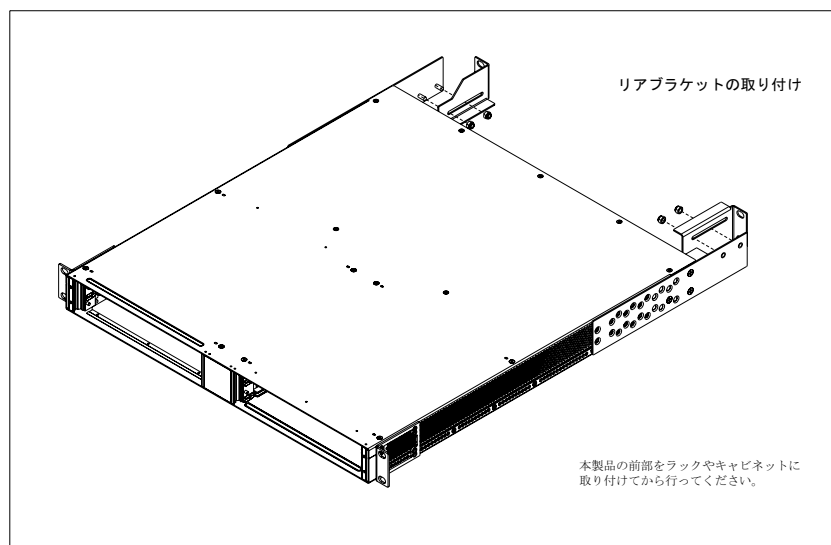

図 1-8 リアブラケットの取り付け
リアブラケットは図 1-8 に示すように、同じものを左右で回転させて使用します。製品背面から見ると、フランジが右側では下に、左側では上になるように取り付けます。こうすることにより、電源ユニットの取り外しのために必要なクリアランスを確保できます。
3. 背面の担当者が、図 1-8 のように、リアブラケットを取り付けます。ラック背面に対して水平になるようにブラケットを調整してください。背面のマウント用ネジをまわすときにある程度動くように、ナットは完全には締め付けないでください。